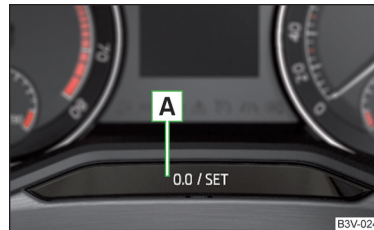

Abb. 43
› Die Taste **A** » Abb. 43 auf Seite 56 antippen.
- › Die Taste **A** » Abb. 43 gedrückt halten, bis im Display der Menüpunkt **Uhrzeit** angezeigt wird.